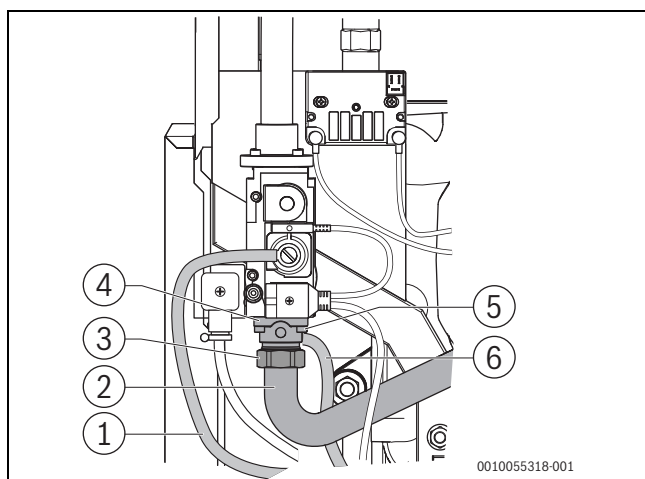

Fig. 25 Démontage du diaphragme du gaz (tailles de chaudière 75 ; 100 kW)
- ▶ Dévisser l'écrou-raccord du tuyau de gaz (→ fig. 25 et 26, [3]).
- ▶ Extraire les quatre vis hexagonales (→ fig. 25 et 26, [5]) sur la bride de raccordement [4] et retirer la bride du robinet. Veiller à ne pas endommager ou plier le tuyau de gaz [2].
Légende des figures 25 et 26:
- ▶ Vérifier si les câbles de mesure de compensation [1] et de pression de sortie du gaz [5] sont bien fixées (→ fig. 25 et 26 ainsi que fig. 78, page 68).